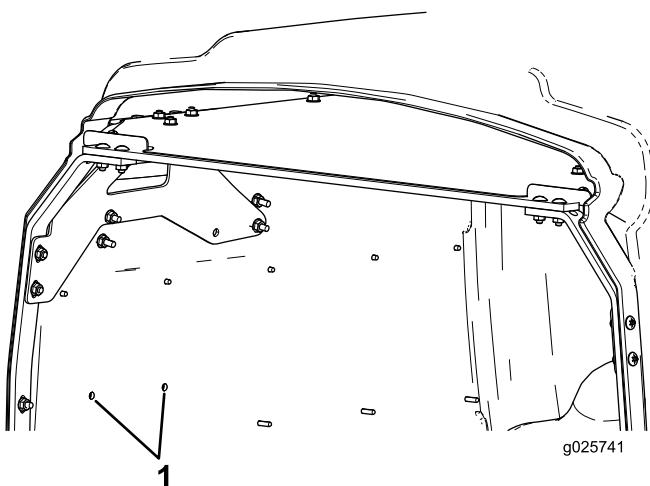

Figura 11
7. Si se trata de una unidad Toro, utilice los taladros existentes de la tolva para localizar los taladros nuevos, y perfore taladros en las chapas laterales usando una broca (5/16 pulgada) desde dentro de la tolva (Figura 11).